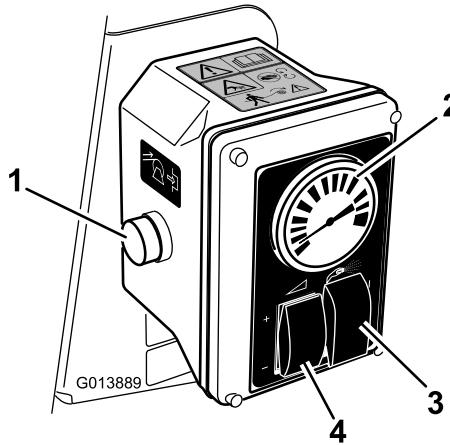

図 21
5. スプレー選択スイッチをハンド・スプレー位置にする（図 21）。
6. 水圧計が希望値を示すように水圧をレート制御スイッチでとスロットルで調整する(図 21)。